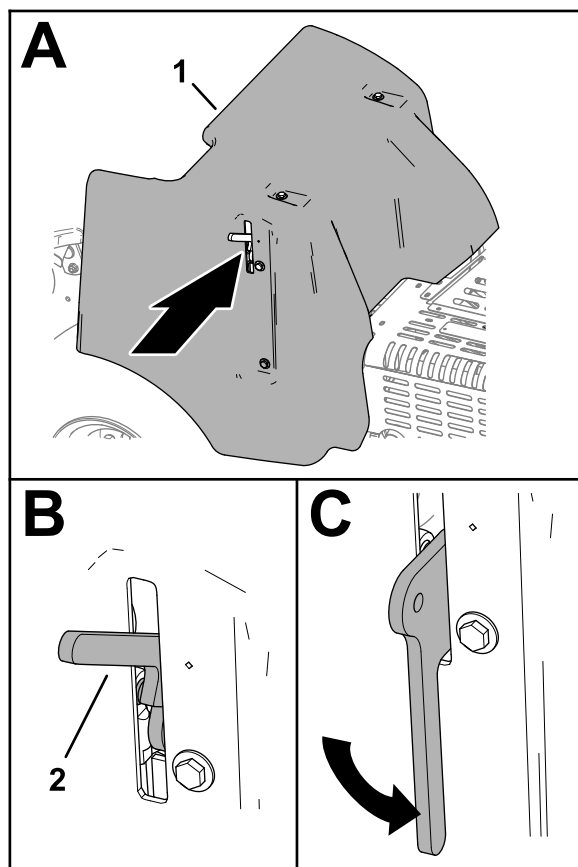

Figura 135
3. Baje totalmente la manivela del cierre para fijar la cubierta (Figura 135).